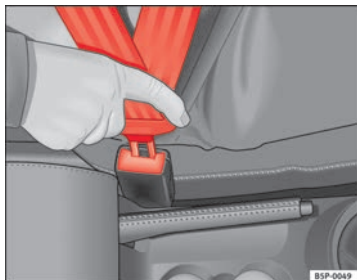

Fig. 12 Boîtier de verrouillage et pêne de la ceinture de sécurité
- Enfoncez le pêne dans le boîtier de verrouillage solidaire du siège jusqu'à ce qu'il s'enclenche de manière audible ⇒ fig. 12.